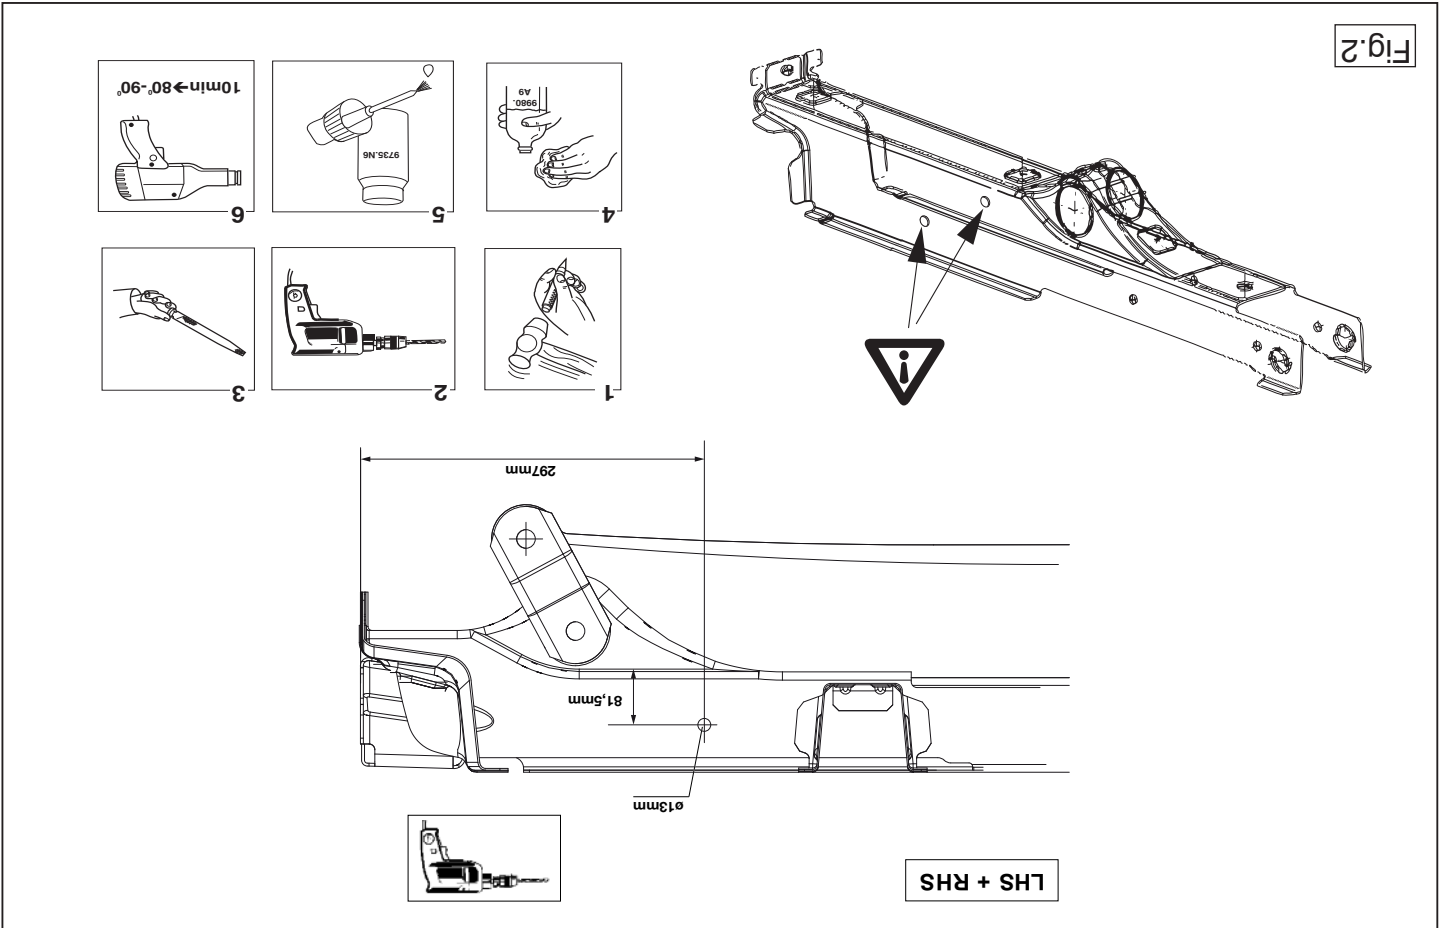

Fig.2
6. **L4 Versie:** Boor overeenkomstig fig. 2 het gat  $\phi 13$ mm.
6. **L4 Vehicle:** Drill the hole  $\phi 13$ mm as shown in fig. 2.
6. **L4 Typen:** Gemäß der Abb. 2 das Loch ø13 mm bohren.
6. **Pour les modèles L4:** Percer conformément à la fig. 2 le trou de
6. **För L4 fordon:** Borra hålet ø13mm enligt fig. 2.